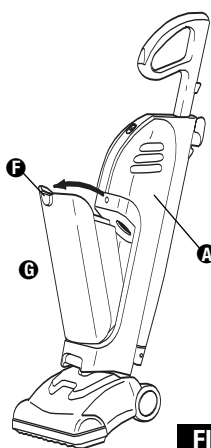

FIG. 4
**Step 2:** Rotate dust cup **G** out from body **A** (Fig. 4).
**Paso 2:** Gire el recipiente para polvo **G** para separarlo del cuerpo **A** (Fig. 4).